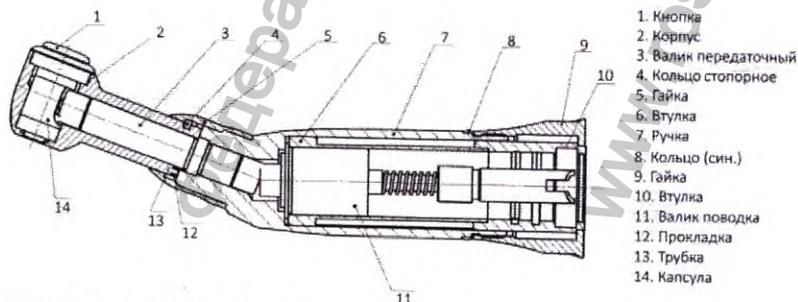

Рисунок 1. Конструкция наконечника
| Кольцо (8) синего цвета (См. Рисунок 1) свидетельствует о том, что наконечник имеет передаточное отношение 1:1 | |